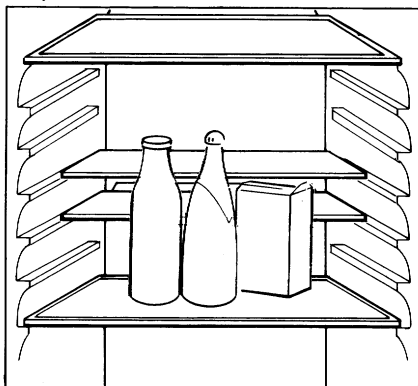

Fig. 14
- ☐ Verwijder het voorste deel van de halve glazen plaat en plaats het ergens anders (**Fig. 14**). Hierdoor wint u ruimte, waardoor u hoge verpakkingen op de onderstaande plaat kunt zetten.